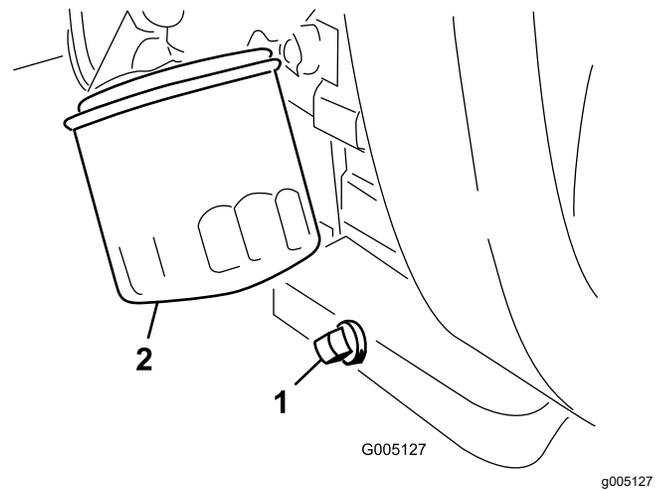

Figura 28
- Retire el tapón de vaciado (Figura 28) y deje fluir el aceite a un recipiente apropiado.
- Limpie las roscas del tapón de vaciado, aplique sellador de PTFE, e instale el tapón de vaciado (Figura 28).
- Retire el filtro de aceite (Figura 28).